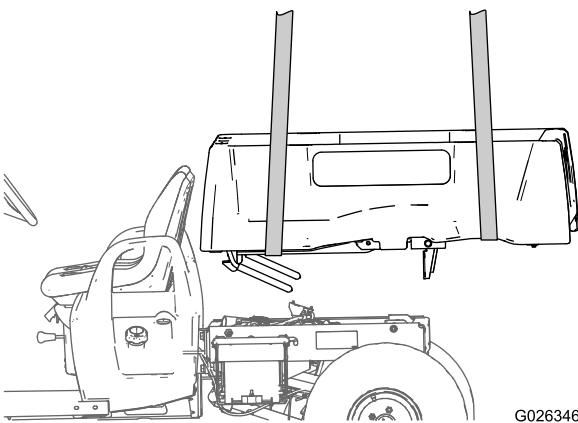

Figura 5
10. Levante a caixa de carga e retire-a da máquina (Figura 5).
- Levante a caixa de carga e retire-a da máquina (Figura 5).